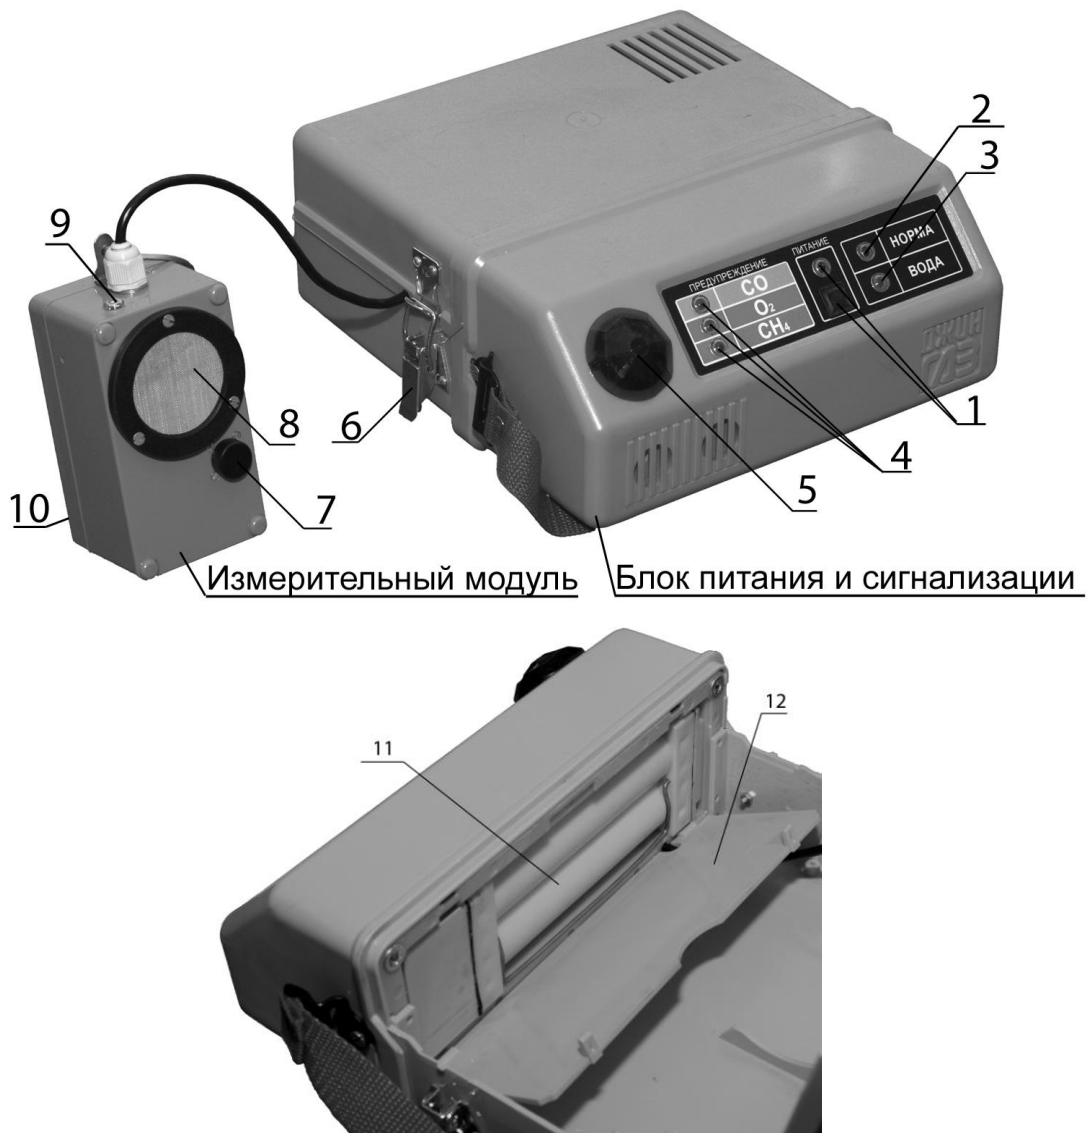
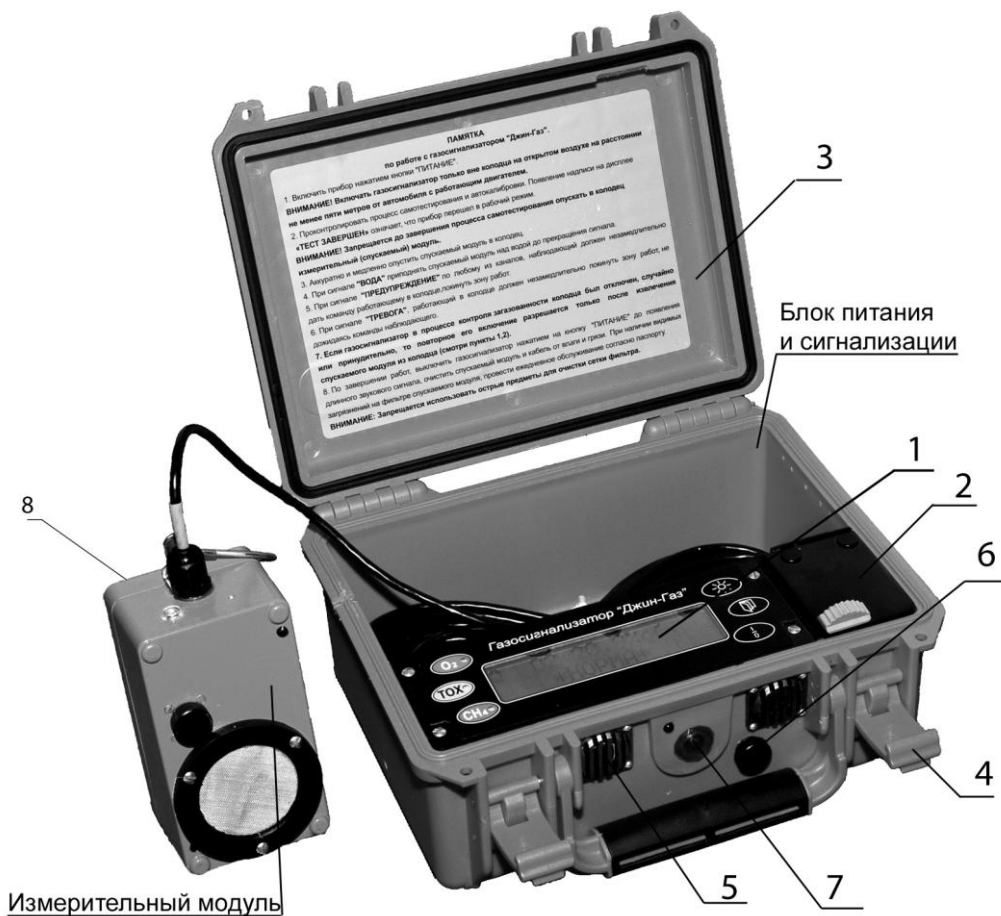
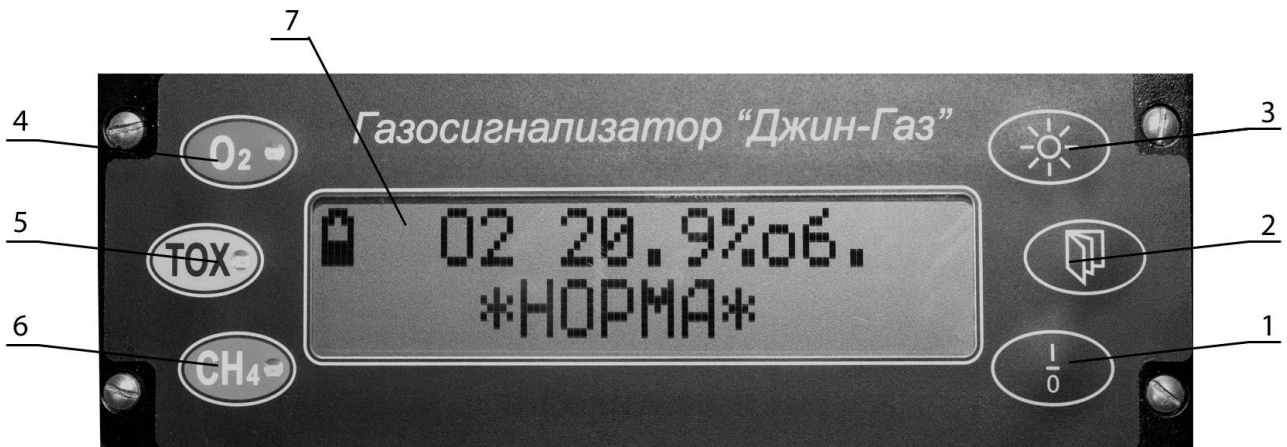

Рисунок 1. Общий вид газосигнализаторов «Джин-газ» ГСБ-3М-01 и ГСБ-3М-02:
Рисунок 2. Общий вид газосигнализатора «Джин-газ» ГСБ-3М-05/06/07
Рисунок 3. Лицевая панель газосигнализатора «Джин-газ» ГСБ-3М-05/06/07
4.1 Газосигнализатор, представляет собой конструкцию, состоящую из блока питания и сигнализации (Рисунок 1, исполнение ГСБ-3М-01, ГСБ-3М-02; рисунок 1а, исполнение ГСБ-3М-05; рисунок 2, исполнение ГСБ-3М-05, ГСБ-3М-06, ГСБ-3М-07), собранного в корпусе с откидывающей крышкой и двумя запирающими устройствами, и измерительного модуля, собранного в герметичном ударопрочном прямоугольном корпусе из поликарбоната с антистатическим покрытием, который соединен с блоком питания и сигнализации трехжильным экранированным несущим кабелем длиной до 50 м (базовый вариант поставки – 7 м).
4.2.1 Для газосигнализаторов «Джин-газ» ГСБ-3М-01 и ГСБ-3М-02 (корпус А) органами управления и индикации являются (Рисунок 1):
- кнопка ПИТАНИЕ (1), предназначенная для включения и выключения прибора, и индикатор зеленого цвета ПИТАНИЕ (1);
- индикатор зеленого цвета НОРМА (2);
- индикатор красного цвета ВОДА (3);
- индикаторы красного цвета сигналов ПРЕДУПРЕЖДЕНИЕ по каждому из каналов (4);
- фонарь дополнительной тревожной сигнализации (5);
4.2.2 Для газосигнализаторов «Джин-газ» ГСБ-3М-05 (корпус А) органами управления и индикации являются (Рисунок 1а):
- кнопка ПИТАНИЕ (1), предназначенная для включения и выключения прибора;
- кнопка ВЫБОР ЭКРАНА (2);
- кнопка СВЕТ (3);
- индикатор красного цвета ПРЕДУПРЕЖДЕНИЕ СО (4);
- индикатор красного цвета ПРЕДУПРЕЖДЕНИЕ O2 (5);
- индикатор красного цвета ПРЕДУПРЕЖДЕНИЕ CH4 (6);
- ДИСПЛЕЙ (7);
- фонарь (8) дополнительной тревожной сигнализации.
4.2.3 Для газосигнализаторов «Джин-газ» ГСБ-3М-05, ГСБ-3М-06 и ГСБ-3М-07 (корпус Б) органами управления и индикации, расположенные под откидывающейся крышкой блока питания и сигнализации, являются (Рисунок 3):
- ЖК табло (7);
Рисунок 1а. Общий вид газосигнализатора «Джин-газ» ГСБ-3М-05(корпус А).